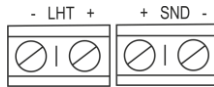

Рисунок 2
- подключить клеммы оповещателя (рисунок 2) к источнику питания в соответствии с выбранной схемой подключения;